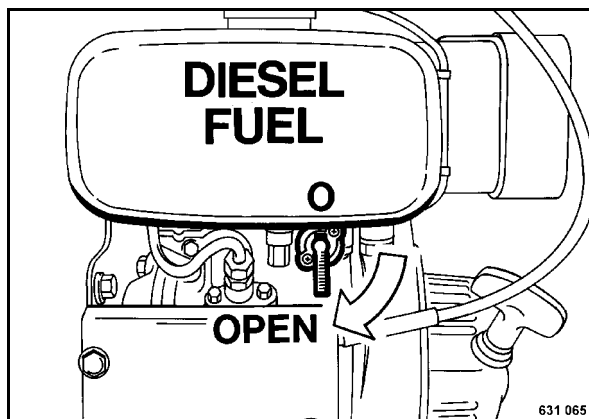

рис. 22
- Открыть топливный кран (рис. 22) .